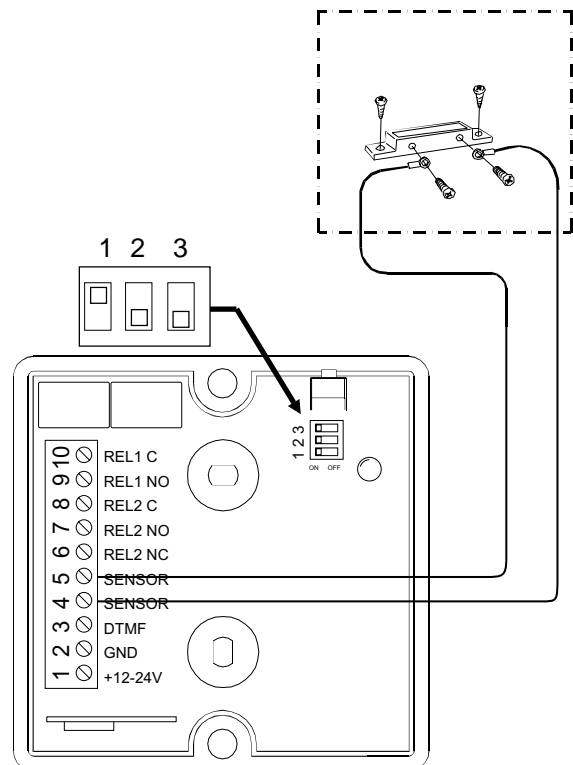

Fig 4.
- A. Anslut en kontakt (exempelvis magnetkontakt enl fig 4.) till anslutning 5 och 6 på skruvplinten.